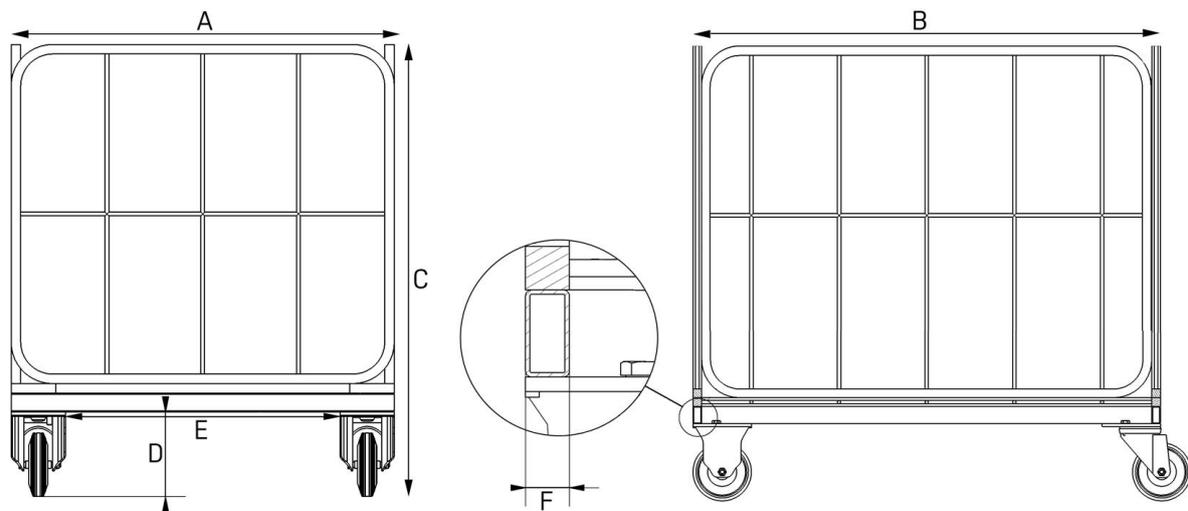

Abbildung 9.1. Transportwagen: Vorderansicht (links) und Seitenansicht (rechts).
**Abbildung 9.1** zeigt die Abmessungen, die innerhalb eines bestimmten Bereichs liegen müssen. Sie müssen Ihren eigenen Transportwagentyp entwerfen oder geeignete Transportwagen erwerben, die die Designanforderungen erfüllen.
Tabelle 9.1. Erläuterung der Transportwagenabmessung aus Abbildung 9.1.